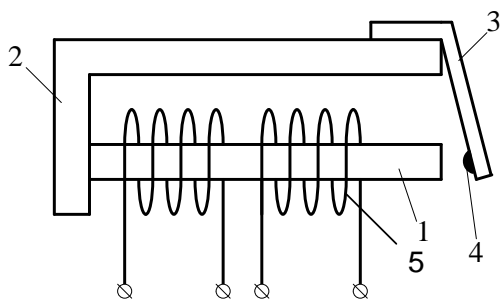

Рис. 3. Эскиз электромагнитной системы реле типа НМШ.
На принцип работы электромагнитных реле влияет конструкция электромагнитной системы. Электромагнитная система любого реле типа НМШ (Рис.3) состоит из магнитных элементов: сердечника (1), Г – образного ярма (2), якоря (3) и электрических - обмоток катушек (5). Бронзовый упор на якоре (4) исключает его залипание. На рисунке 4 представлена принципиальная электрическая схема реле типа НМШ и условно-графическое изображение (УГИ) таких реле в релейных схемах.